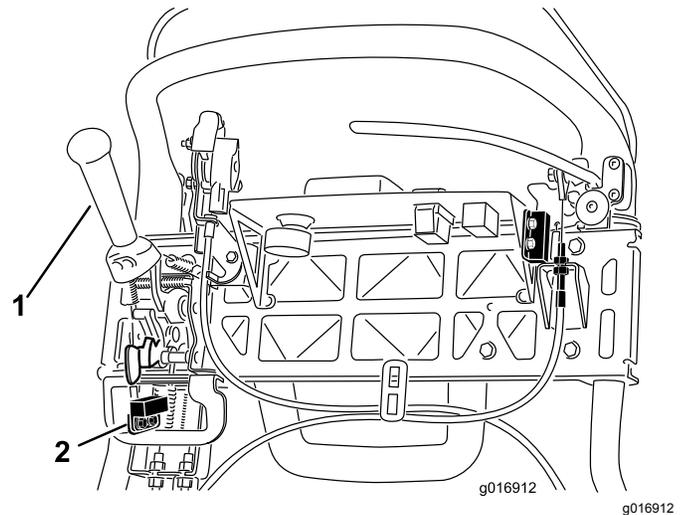

Рисунок 41
4. Ослабьте крепежные детали блокировочного выключателя (Рисунок 41).
5. Установите регулировочную прокладку толщиной 1,6 мм между рычагом управления тягой и блокировочным выключателем (Рисунок 41).